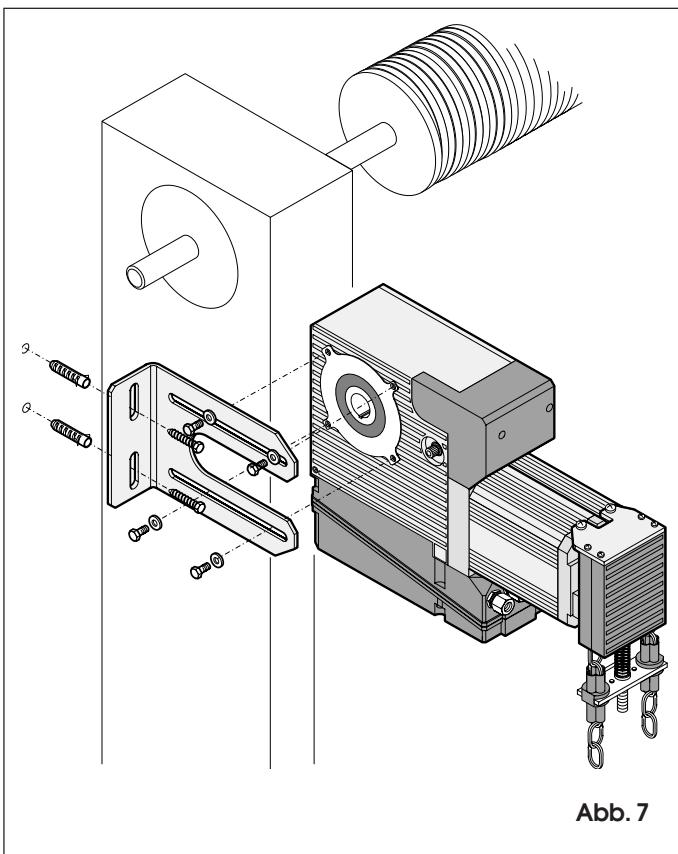

Abb. 7
- Den Antrieb (siehe Abschnitt 5.1) positionieren und die Platte an die Halterung (Wand oder Metallstruktur), an der der Antrieb befestigt werden soll, anlegen (siehe Abb. 7).